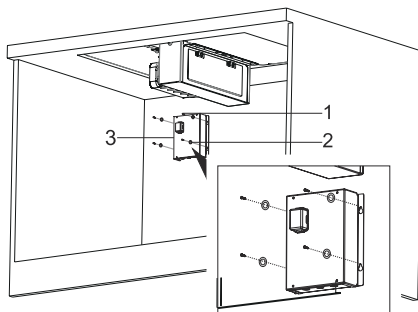

Fig. 14
- 9.** Montér nu styreboksen inde i skabet og brug 4 x M4 & 4 x 3,9x22 skiver og skruer dertil (Fig. 14).